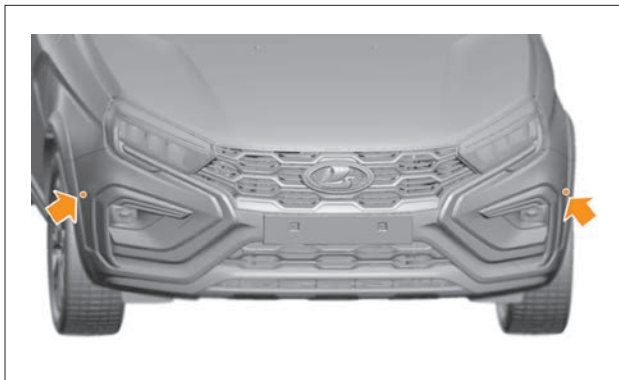

Рис. 5.16.3. Передние датчики системы КСЗ
- система КСЗ дополнительно имеет два датчика в переднем бампере и два датчика в заднем бампере (дополнительно к восьмиканальной СБП) (рис. 5.16.3 и 5.16.4).